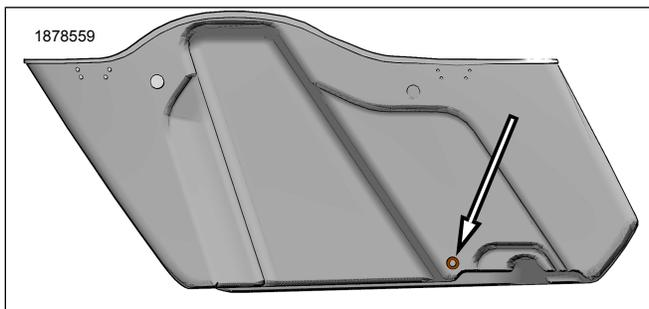

Figura 2. Zona de perforación del agujero inferior de la alforja
1. Desenchufe el conector del cableado Equipo original (OE) ubicado en la parte de atrás de la luz trasera de marcha/giro/parada.
2. Figura 2 Perfore el paso del cableado inferior en la alforja.